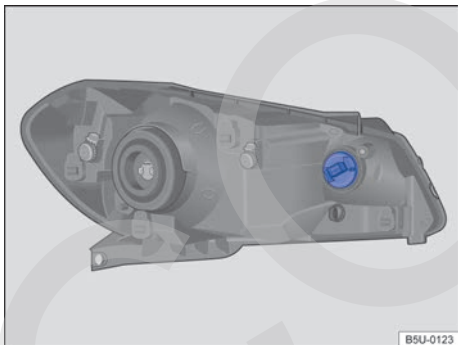
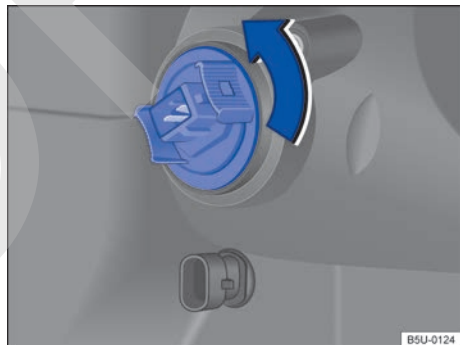

Fig. 183 En el compartimento del motor: ubicación de la lámpara incandescente del indicador de dirección delantero.
Fig. 184 Portalámparas incandescente del indicador de dirección delantero.
4. Girar el portalámpara ⇒ fig. 183, en el sentido de la flecha ⇒ fig. 184, y desencajarlo del alojamiento.
9. Presionar el portalámpara hasta el tope y girarlo en el sentido contrario al de la flecha ⇒ fig. 184.